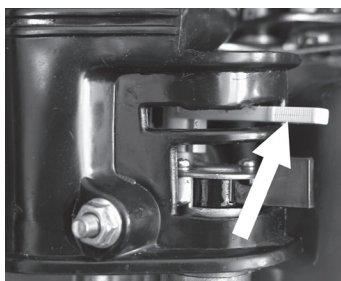

Abb. 9
4. Ziehen Sie langsam am Seilzugstarter (13), bis er eingreift, und ziehen Sie dann kräftig daran. Wiederholen Sie den Vorgang so lange, bis der Motor anspringt. Lassen Sie den Anlasser sofort nach dem Anlassen des Motors los.
5. Warten Sie, bis sich der Motor aufwärmt. Bewegen Sie den Chokehebel ein bisschen nach rechts, bei heißem Wetter sollte dies innerhalb weniger Sekunden geschehen, bei kaltem Wetter innerhalb weniger Minuten. Lassen Sie den Motor ruhig laufen, bevor Sie irgendwelche Änderungen vornehmen. Wenn die Betriebstemperatur erreicht ist, bewegen Sie den Chokehebel nach rechts in die Stellung AUS (Abb. 9) geliefert.